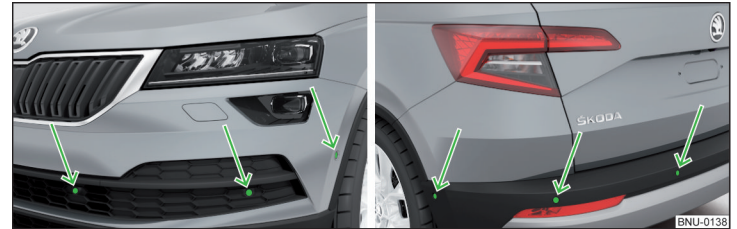

Abb. 252 Verbauplatz der Sensoren auf der linken Fahrzeugseite: vorn / hinten
- Die Systemsensoren » Abb. 252 auf Seite 225 sauber, schnee- sowie eisfrei halten und mit keinerlei Gegenständen abdecken, anderenfalls kann die Systemfunktion eingeschränkt sein.
Das System berechnet mithilfe von Ultraschallwellen den Abstand zwischen dem Stoßfänger und einem Hindernis. Die Ultraschallsensoren befinden sich je nach Fahrzeugausstattung im hinteren bzw. auch im vorderen Stoßfänger » Abb. 252.